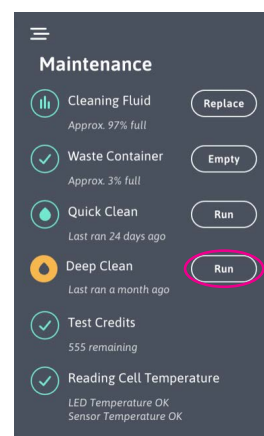

Рисунок 38
1. Для запуска глубокой очистки (Рис. 38) нажмите кнопку «Запуск» в пункте «Глубокая очистка» подменю «Обслуживание». Анализатор проверит, достаточное ли количество материала содержится во флаконе, и если материала недостаточно, сообщит о необходимости замены. Если количество достаточное, анализатор предложит пользователю загрузить раствор для очистки.